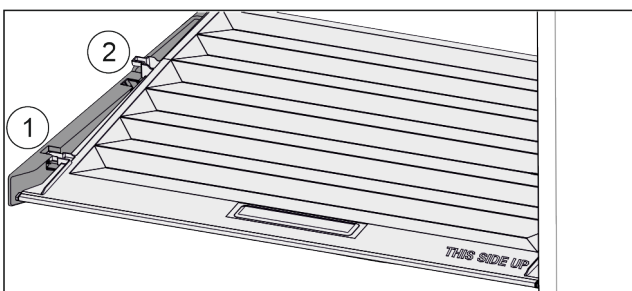

Fig. 103
- ▶ Tirare in avanti il coperchio fino all'apertura nei fermi Fig. 103 (1).
- ▶ Sollevare posteriormente dal basso e togliere verso l'alto Fig. 103 (2).